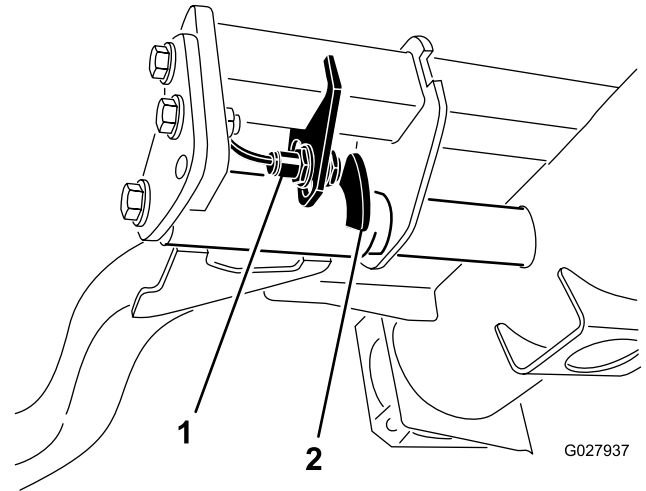

図 36
2. 昇降アームのスイッチは、油圧のメインタンクの下にある右前昇降アームの後ろ側に装着されている 図 36。
3. スwitchの取り付けねじ 図 36 をゆるめ、スウィッチの位置を下げると、昇降アームの旋回高さが高くなり、上げると、昇降アームの旋回高さが低くなる。